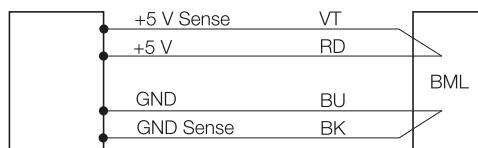
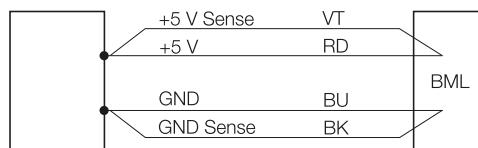

Fig. 4-4 : Bloc d'alimentation avec ligne « Sense »
Fig. 4-5 : Bloc d'alimentation 5 V sans ligne « Sense »
- i** En cas de fonctionnement sur 5 V, la tension de service doit être de 5 V $\pm 5\%$. Afin de compenser les chutes de tension dans le câble d'alimentation, l'utilisation d'un bloc d'alimentation régulé avec entrée « Sense » est recommandée (Fig. 4-4). Si cela n'est pas possible ni souhaité, coupler les lignes « Sense » du câble à 12 conducteurs (sauf pour le câble à 8 conducteurs BML-...-KF...) parallèlement aux lignes +5 V et GND (Fig. 4-5).